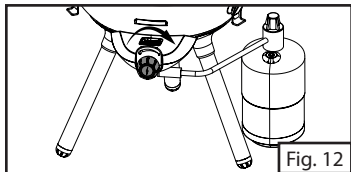
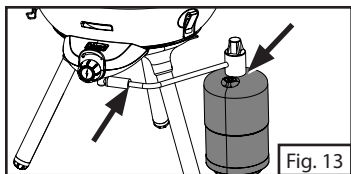

Fig. 12
Fig. 13
1. Assurez-vous que le bouton de commande est à la position fermée en le tournant à fond dans le sens horaire (Fig. 12). Appliquez du liquide de détection des fuites de gaz, comme de l'eau savonneuse, sur les raccords indiqués par des flèches dans la Fig. 13.